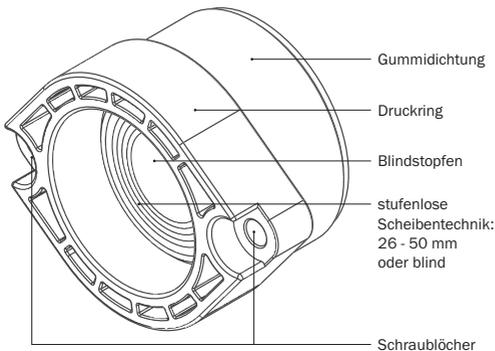

Abbildung 14.2: **KRASO® BKP - Wand - Dichteinsatz - Strom** - Scheibentechnik
- Entfernen Sie den Blindstopfen des **KRASO® BKP - Wand - Dichteinsatz - Strom** - und passen Sie die Gummidichtung anhand der vorgegebenen, stufenlosen Scheibentechnik (26 - 50 mm oder blind) entsprechend dem Rohrleitungsdurchmesser an (s. Abbildung 14.2).